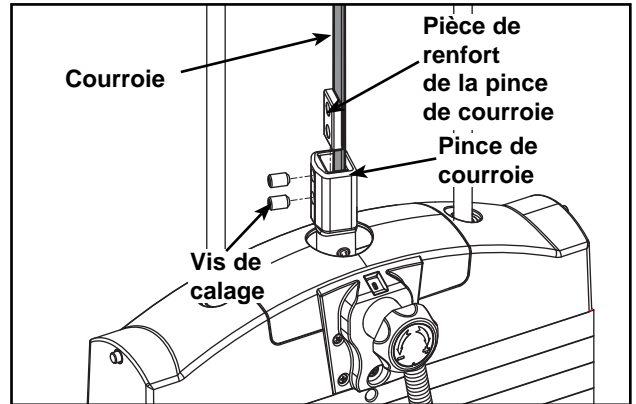

Figure 9
- E. Serrez la courroie et fixez-la à la pince à l'aide des deux vis de calage. **REMARQUE** : Serrez les vis de calage au couple de 300-350 po/lb (33,90 - 39,55 N-m). Reportez-vous à la figure 9.